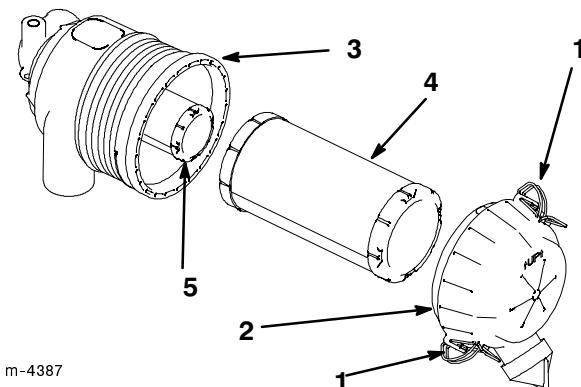

Abbildung 24
3. Die Sperrklinken am Luftfilter lösen und die Luftfilterabdeckung vom Luftfiltergehäuse herunterziehen (Abb. 24).
5. Vorsichtig den Primärfilter aus dem Luftfiltergehäuse herausschieben (Abb. 24). Darauf achten, daß der Filter nicht gegen die Gehäuseseite schlägt. Den Sicherheitsfilter nur herausnehmen, wenn er ausgetauscht werden soll.
2. Beim Austausch des Sicherheitsfilters den Filter vorsichtig in das Filtergehäuse schieben (Abb. 24).
3. Den Primärfilter vorsichtig über den Sicherheitsfilter schieben (Abb. 24). Darauf achten, daß der Filter richtig sitzt. Dazu während der Installation auf den Außenrand des Filters drücken.
4. Die Luftfilterabdeckung mit der mit "UP" bezeichneten Seite nach oben anbringen und die Sperrklinken einrasten lassen (Abb. 24).